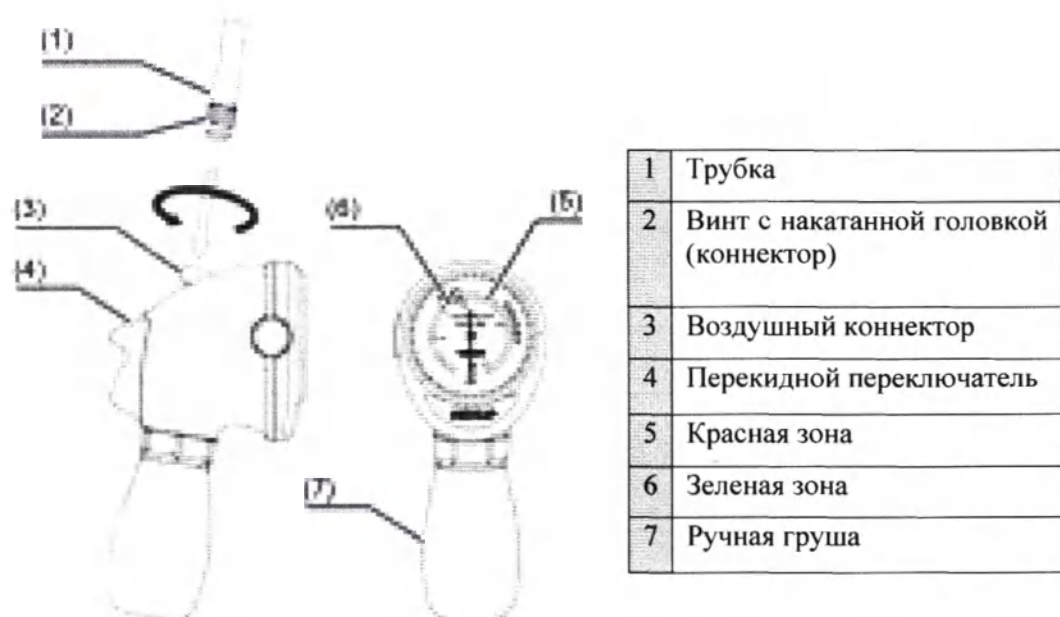

Рис. 1.5. Течеискатель ручной SHA-P5 PENTAX Medical
Течеискатель ручной SHA-P5 PENTAX Medical позволяет выполнять простую двухэтапную проверку герметичности эндоскопов PENTAX Medical (см. Рис. 1.5). Давление воздуха нагнетается при помощи ручной груши (7), благодаря чему отпадает необходимость в электромеханических устройствах. Корпус и трубка (1) упакованы раздельно. Перед применением подсоедините трубку к воздушному коннектору (3) на корпусе, завернув по часовой стрелке винт с накатанной головкой на трубке.